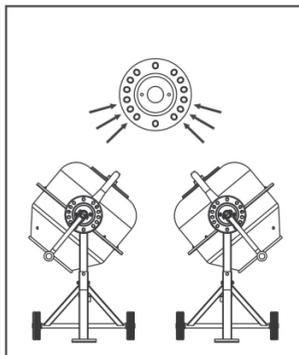

Fig.15
- Scaricare il tamburo come mostrato in Fig.15.